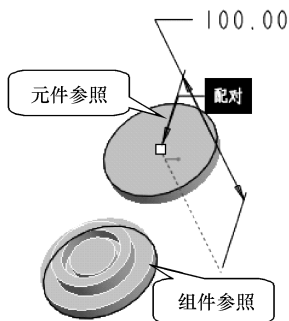

图9-19 面配对
(7) 单击【工程特征】工具栏中的【装配】按钮，弹出【打开】对话框，选择“tan-huangzuo.prt”，单击【打开】按钮，将其装入装配环境，此时零件显示为暗灰绿色。
(8) 在对话框的【约束类型】下拉列表框中选择【配对】选项，选择弹簧座的下底面和已装配好的弹簧座的下底面作为装配参照，在【偏移类型】下拉列表框中选择【偏移】选项，在其后的【偏移距离】组合框中将偏移距离修改为“-100”，如图9-19所示。